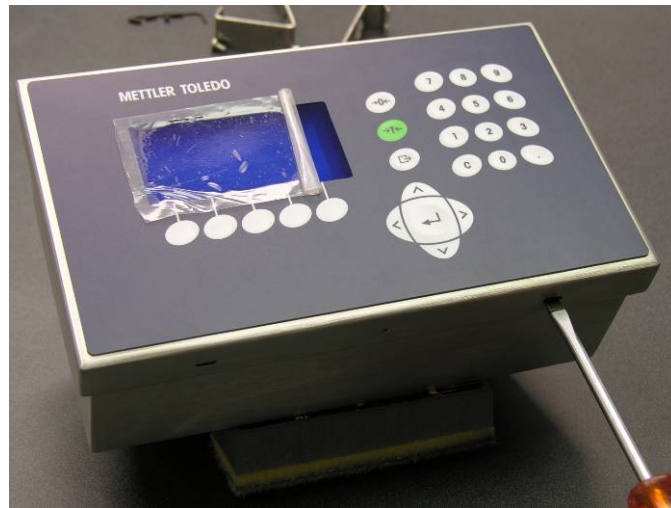

Abb. 2-2: Öffnen des Gehäuses für raue Umgebungen
1. Die Spitze eines Flachkopfschraubendrehers in einen der beiden Schlitz (siehe Abb. 2-2) einführen, die sich an der Unterseite der Vorderplattenbaugruppe befinden, und vorsichtig nach innen zum Gehäuse hin drücken. Wenn sich die Abdeckung löst, ist ein knackendes Geräusch zu hören.